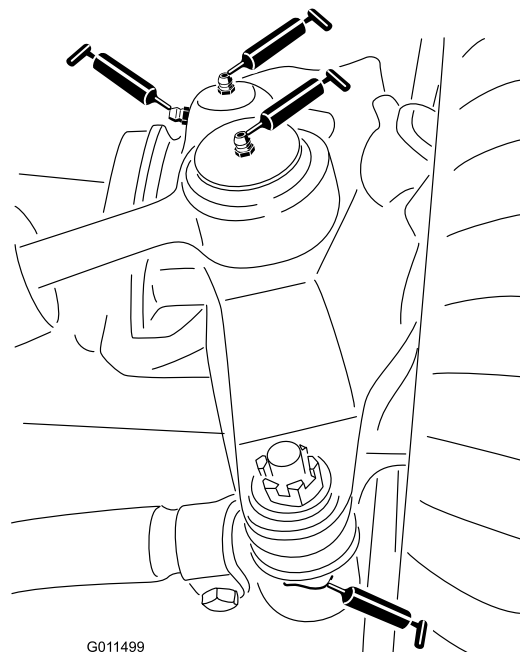

Figura 40
- Giunti sferici (2) del cilindro di sterzo (Figura 40)
- Giunti sferici (2) del tirante (Figura 40)
- Boccole (2) del perno del fuso a snodo (Figura 40).